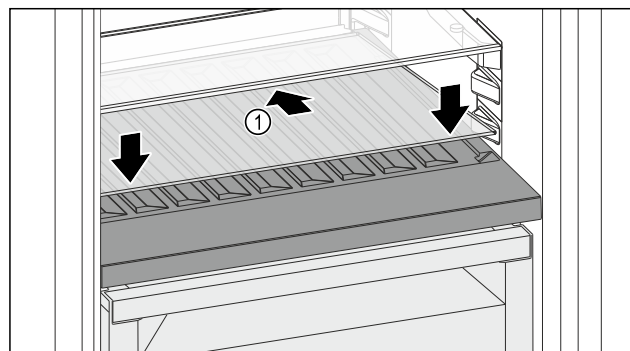

Fig. 98
- Glasplatte Fig. 98 (1) schräg und nach hinten unten geneigt ansetzen.
- Glasplatte Fig. 98 (1) vorne absenken.